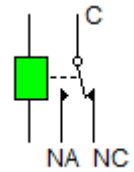

Fig. 4.24.
En la Fig. 4.24 puede verse el símbolo empleado para representar un relé en un circuito. A la izquierda está la bobina con sus dos terminales y a la derecha los tres contactos: Común (C), Normal Abierto (NA) y Normal Cerrado (NC). La línea de puntos indica que es la bobina la que controla o "mueve" a los contactos.